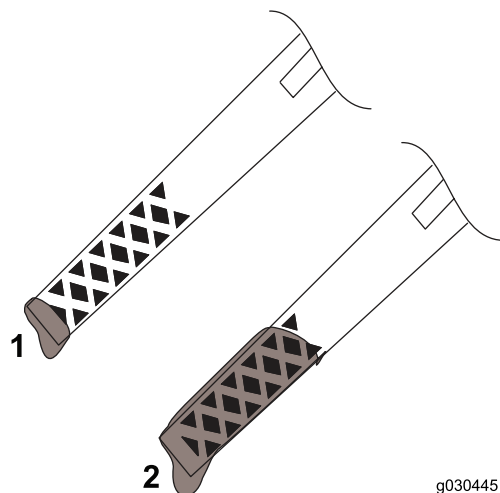

Рисунок 14
- Если уровень масла находится ниже отметки Add (Добавить) на шупе (Рисунок 14), долейте масло. См. Замена масла в двигателе (страница 14)
- Если уровень масла находится выше отметки Full (Полный) (Рисунок 14), слейте излишек масла, чтобы довести его уровень до метки Full (Полный) на шупе; см. Замена масла в двигателе (страница 14).